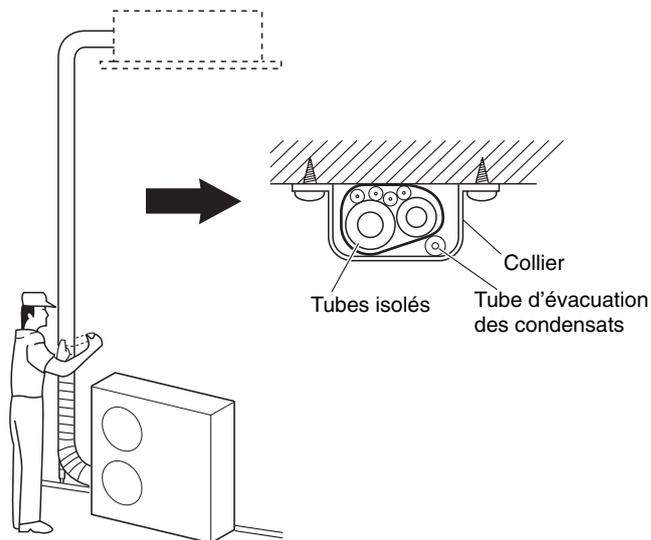

Fig. 7-10
- (1) A ce stade, les tubes de réfrigérant (ainsi que les câbles électriques si la législation locale l'autorise) doivent être enveloppés de ruban blindé et former un ensemble. Pour éviter que la condensation déborde du bac à condensats, maintenez le tube d'évacuation des condensats séparé du tube de réfrigérant.
- (2) Enroulez le ruban blindé depuis le dessous de l'unité extérieure jusqu'en haut du tube, là où il pénètre dans le mur. Faites chevaucher chaque tour de ruban sur la moitié du tour précédent.
- (3) Fixez l'ensemble des tubes au mur en utilisant 1 collier par mètre environ. (Fig. 7-10)